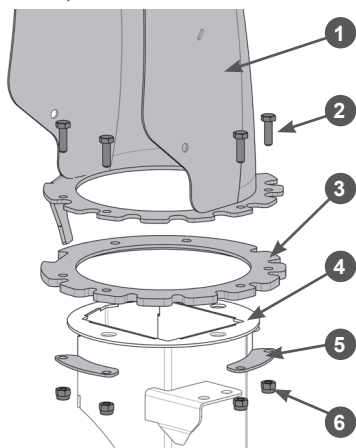

Рис. 12. Установка жёлоба выброса снега
верстия выброса через пластиковое кольцо 3, закрепите с помощью пластин 5, болтов М6×20 (2) и самостопорящихся гаек М6 (6) с неметаллической вставкой (Рис. 12). При затяжке гаек не прикладывайте чрезмерное усилие, это может вызвать деформацию пластикового кольца. Момент затяжки 0,5 кгс·м.